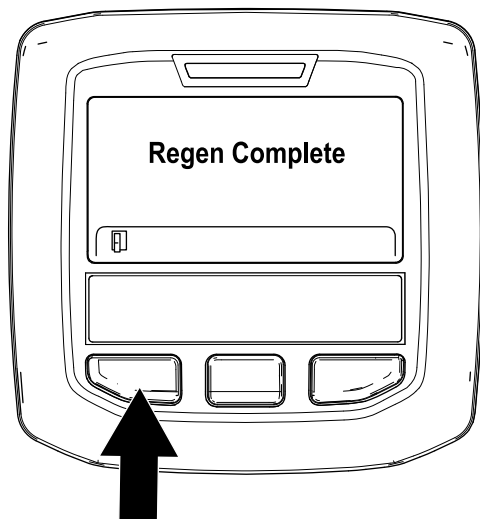

図 57
9. 駐車再生が終了すると、インフォセンターに Regen Complete と表示される。左ボタンを押してホーム画面に戻る 図 57。